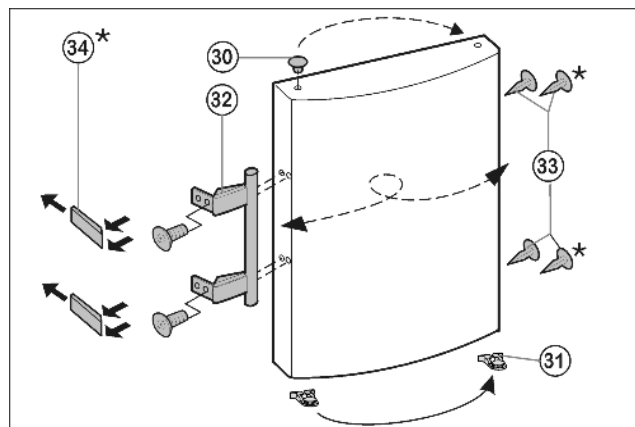

Fig. 8
- ▶ Klik de veerklem Fig. 8 (31) uit de bovenste deur en plaats hem naar de andere scharnierkant om.
- ▶ Stoppen Fig. 8 (30) uit de lagerbus van de deur uitnemen en omzetten.
- ▶ Monteer deurgrepen Fig. 8 (32), stop Fig. 8 (33) en drukplaten Fig. 8 (34) af en monteer ze aan de tegenoverliggende kant.